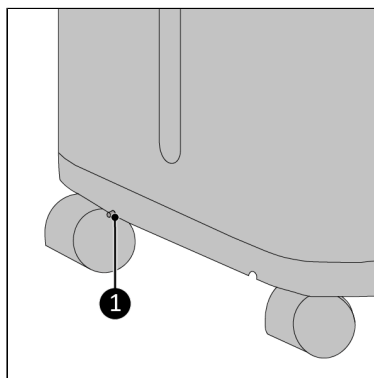

Figure 40.
À l'arrière de l'appareil, en bas, se trouve un point de vidange (Figure 40, pos. 1). Cette vidange peut être utilisée pour éliminer l'eau résiduelle de l'appareil avant de le déplacer ou de le remettre :